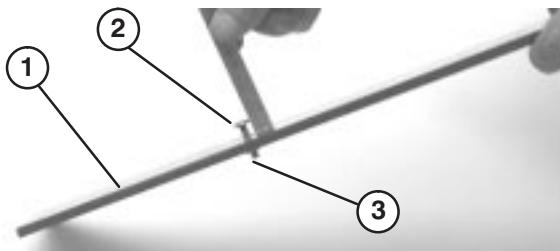

Bild 19
- Lösen Sie die Mutter an der Messlehre (Bild 19) und stellen Sie die Einstellschraube auf die gewünschte Schnitthöhe ein. Der Abstand zwischen dem unteren Ende des Schraubenkopfs und der Stirnseite der Messlehre ist die Schnitthöhe.